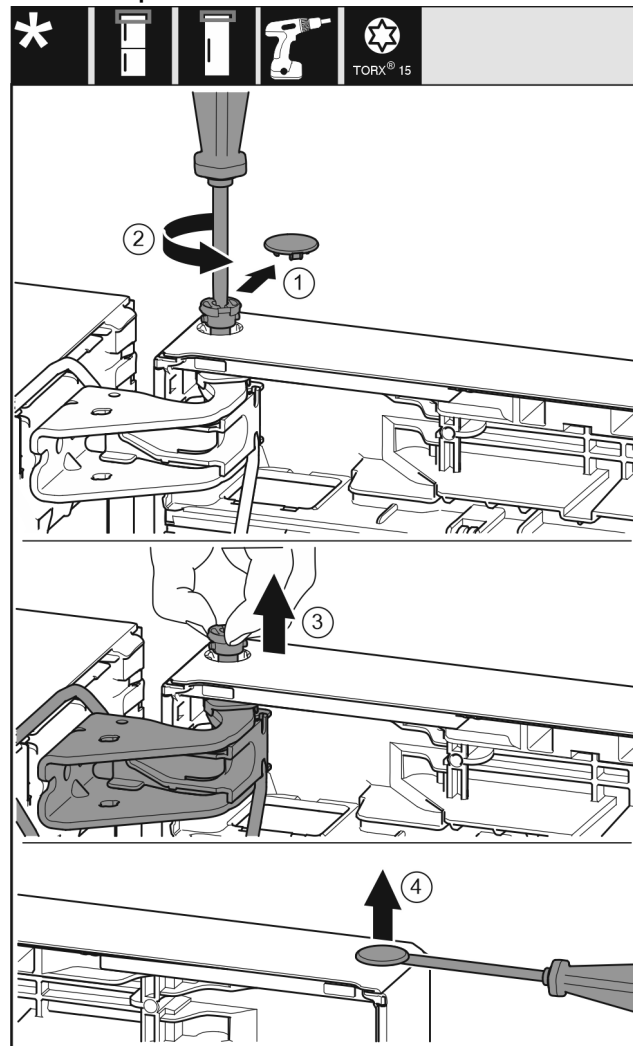

Fig. 22
- ▶ Desprindeți cu precauție apărătoarea siguranței. *Fig. 22 (1)*
- ▶ Extrageți puțin bolțul prin rotire cu șurubelnița T15. *Fig. 22 (2)*
- ▶ Țineți ferm ușa și extrageți bolțul cu degetele. *Fig. 22 (3)*
- ▶ Ridicați cu precauție dopul din cuzinetul ușii cu o șurubelniță plată și extrageți-l. *Fig. 22 (4)*